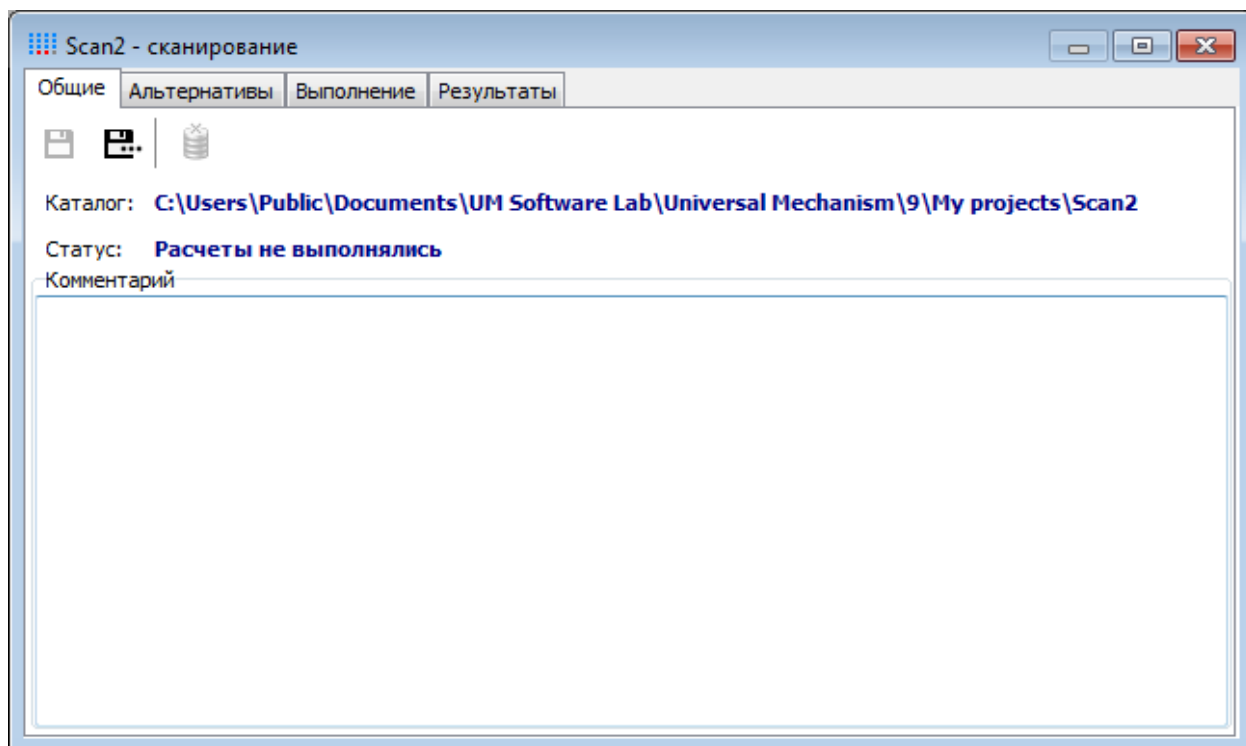

Рис. 2.3. Окно описания проекта сканирования: начало работы
4. Нажмите кнопку **ОК** и подтвердите создание нового каталога, после этого появится окно описания проекта сканирования (см. рис. 2.3).